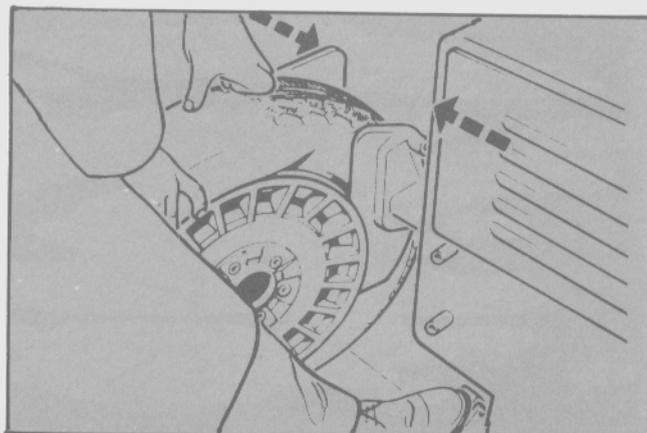

Fig. 29 Desmontaje del neumático
- Desprender el talón del neumático de la pestaña de la llanta mediante la utilización de una herramienta destalonadora apropiada. (Fig. 29).